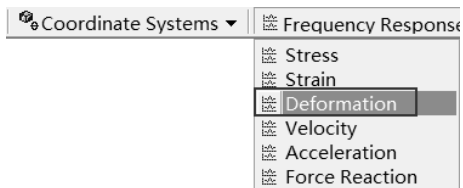

图 7-19 频率响应设定
Step8：选择 Solution 工具栏中的 Frequency Response（频率响应） Deformation 命令，如图 7-19 所示，此时在分析树中会出现 Total Deformation（总变形）选项。